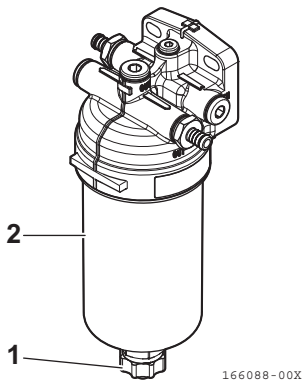

Figura 12
- 2. Rimuovere il tappo di scarico (Figura 12, (1)).
- 3. Rimuovere il coperchio del filtro (Figura 12, (2)) con una chiave (passo della chiave: 30).